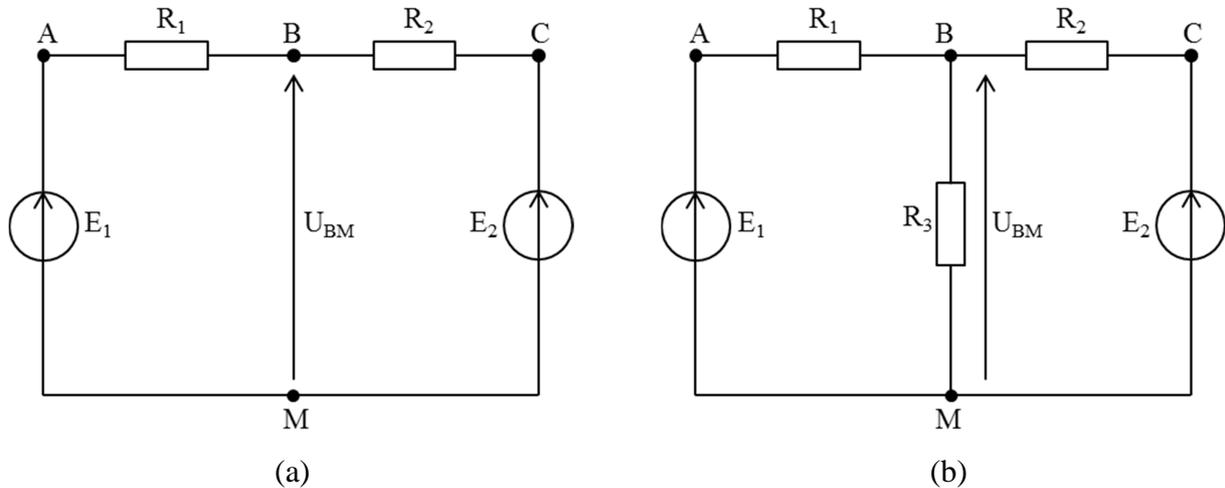

Figure 5
Soit les montages de la Figure 5 ci-dessous.
- Déterminer analytiquement puis numériquement pour la Figure 5(a) les éléments du générateur équivalent de Thévenin vu des points B et M. En déduire les éléments du générateur équivalent de Norton.
- En déduire analytiquement puis numériquement la différence de potentiel  $U_{BM}$  dans le cas de la Figure 5(b).